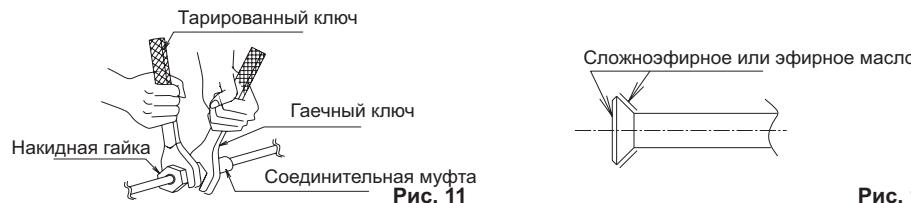

Рис. 12
- При соединении накидной гайкой, нанести на участок раstrauba (внутри и снаружи) сложноэфирное или эфирное масло, сначала повернуть три-четыре раза, затем завинтить. (См. Рис. 12)